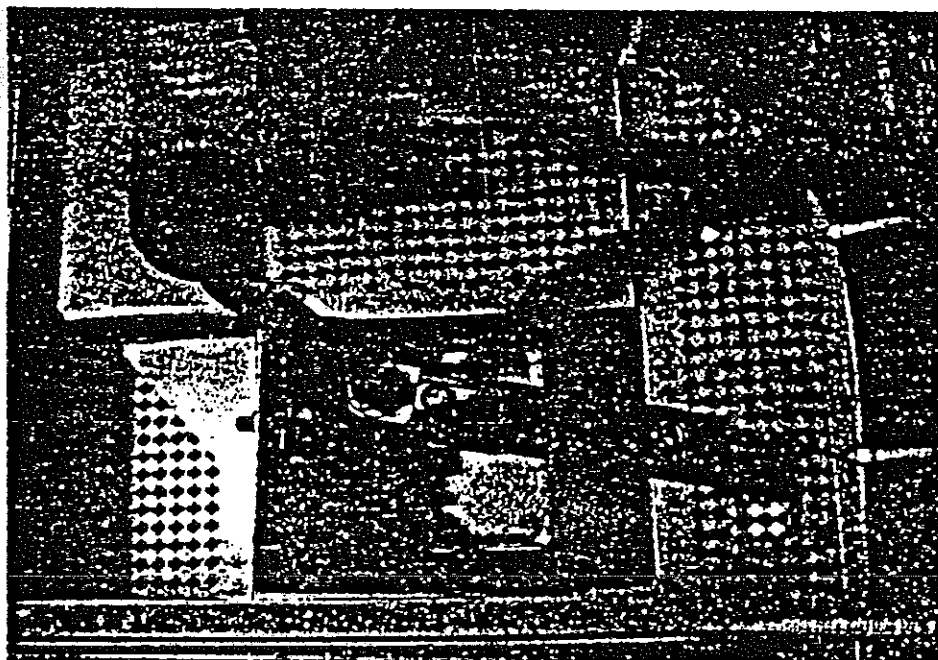

Figura 8. Seccionador de puesta a tierra,
- (6) Desenclavar con la maneta de mando de pantógrafos el seccionador de puesta a tierra (Figura 8)